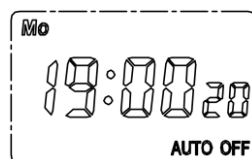

Fig.7
6.2.1 Pulsar el botón "MD" durante 5 segundos para cancelar el bloqueo del teclado de modo que desaparezca del display la indicación "LOCK" (bloqueo). A continuación podrá ajustar la fecha (ver Fig.7)